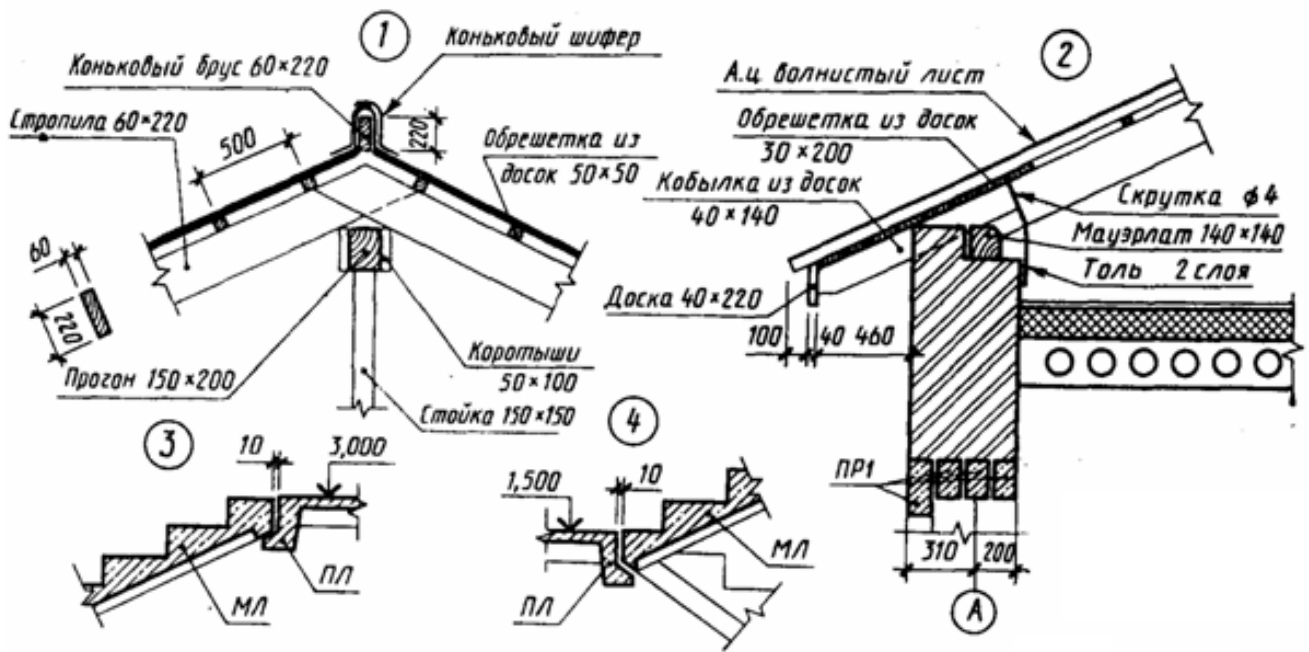

Рис.92 Пример выполнения чертежей узлов
1. Вычертить в масштабе 1:20 или 1:25 узлы здания, рис. 92.